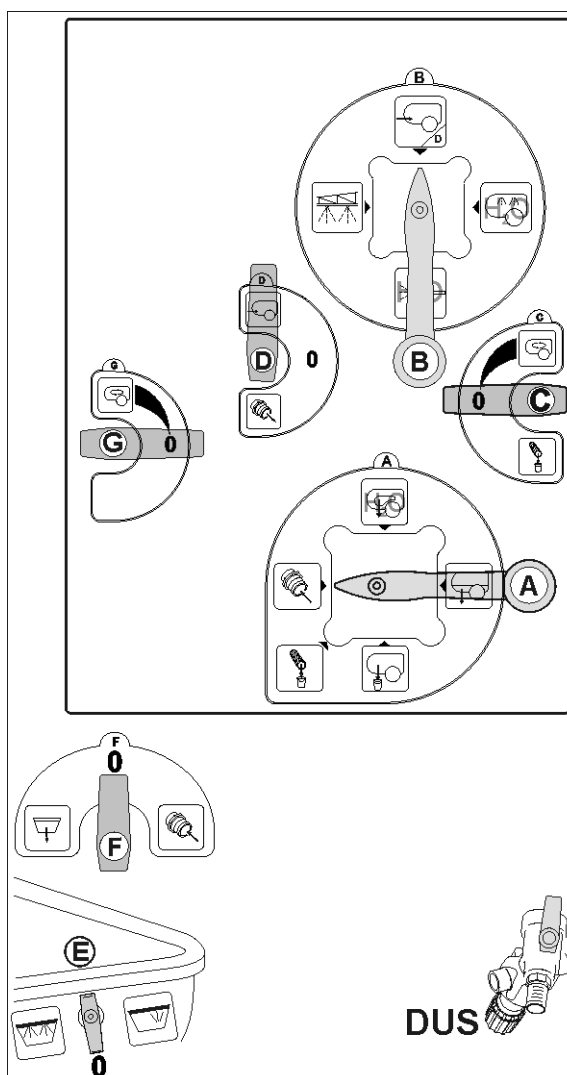

Bild 135
6. Lossa locket på sugfiltret (Bild 135/1).
7. Flytta avlastningsventilen på sugfiltret (Bild 135/2).
8. Ta ut locket med sugfilter (Bild 135/3) och rengör med vatten.